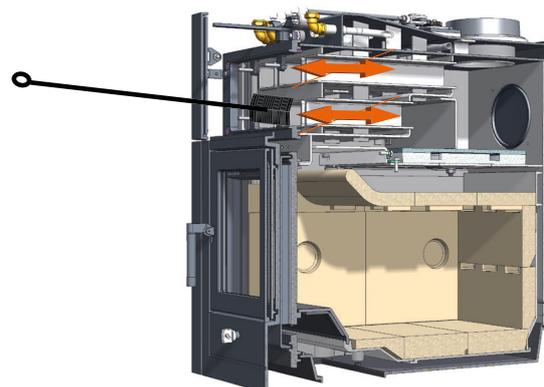

Abb.:9
Kontrollieren Sie den Wärmetauscher des Heizeinsatzes mindestens zwei Mal je Heizperiode, auf Ablagerungen und Flugasche. Schrauben Sie hierfür die vier Flügelmuttern (1) an der Wartungsklappe (2) ab und nehmen die Klappe heraus. Entfernen Sie die Verunreinigungen mit der mitgelieferten Bürste (Abb.:9). Nach der Reinigung ist die Klappe auf den korrekten Sitz der Schnurdichtung zu kontrollieren und mit den vier Flügelmuttern wieder handfest anzuschrauben.